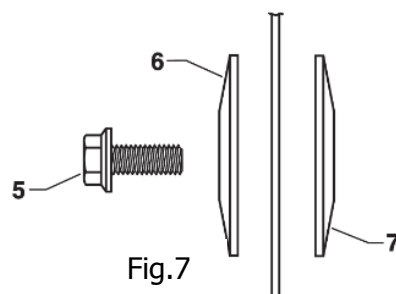

Fig.7
6. Retirez le boulon de lame 5, le collier de lame 6 et la lame. La rondelle intérieure 7 n'a pas besoin d'être retirée (Figure 7).
8. Installez le collier de lame 6 dans le bon sens, puis installez le boulon de lame 5 (Figure 7). Serrez le boulon de lame 5 à la main. Appuyez sur le verrou de l'arbre et serrez obligatoirement le boulon de lame 5, mais ne serrez pas trop fort.